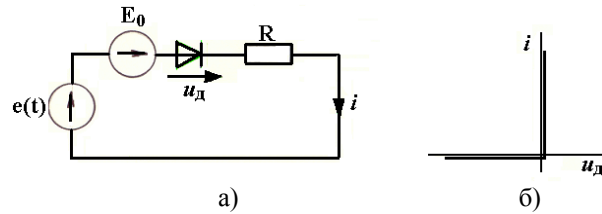

Рис. 5.7.
5.4.1. В схеме цепи (рис. 5.7,а) последовательно включены источник синусоидальной ЭДС  $e(t) = 150 \sin \omega t \text{ В}$ , источник постоянной ЭДС  $E_0 = 50 \text{ В}$ , идеальный полупроводниковый диод (характеристика диода дана на рис. 5.7,б) и резистор с сопротивлением  $R = 1 \text{ кОм}$ .